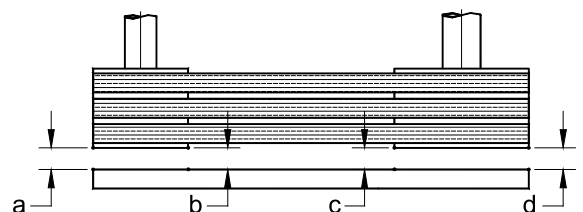

Fig. 9. Acoplamiento por fajas
6.5.3 Acoplamiento por fajas (Ver Fig. 9)